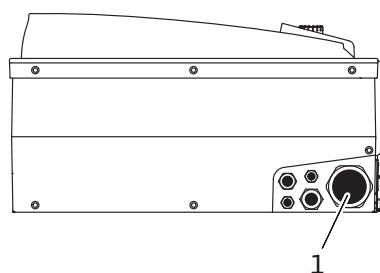

Fig. 22: M40 kábelcsavarzat
- A hálózati csatlakozókábelt (Fig. 22, 1. poz.) az M40 kábelcsavarzaton kell átvezetni.